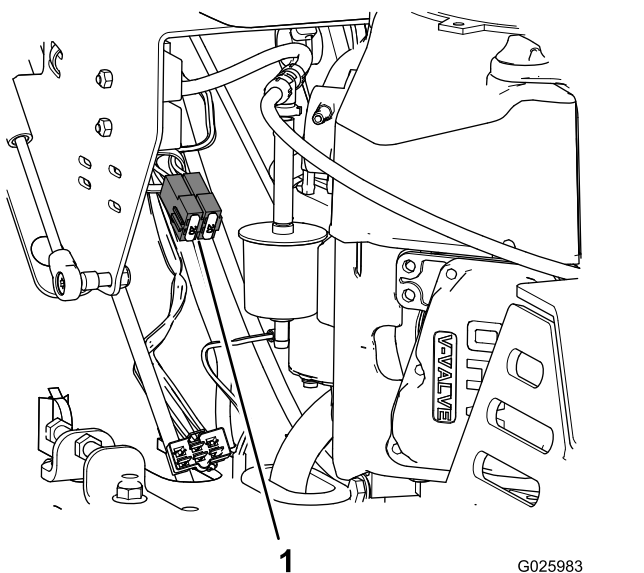

Figure 41
3. Sortez le fusible de son emplacement dans le porte-fusibles (Figure 41).
4. Insérez un fusible de même type et de même intensité dans l'emplacement dans le porte-fusibles (Figure 41).